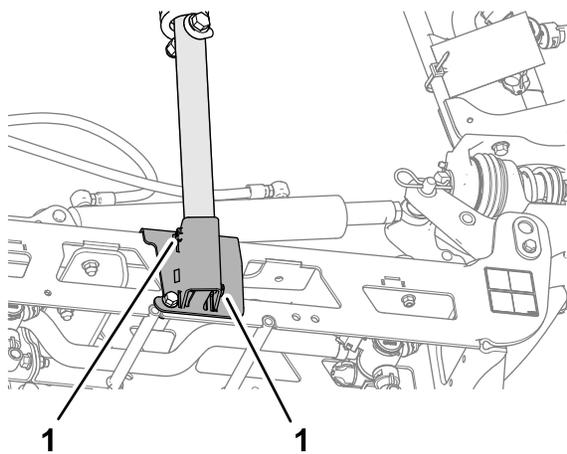

Figura 106
3. Afloje los 2 tornillos de fijación que sujetan el tubo inferior del soporte (Figura 106).